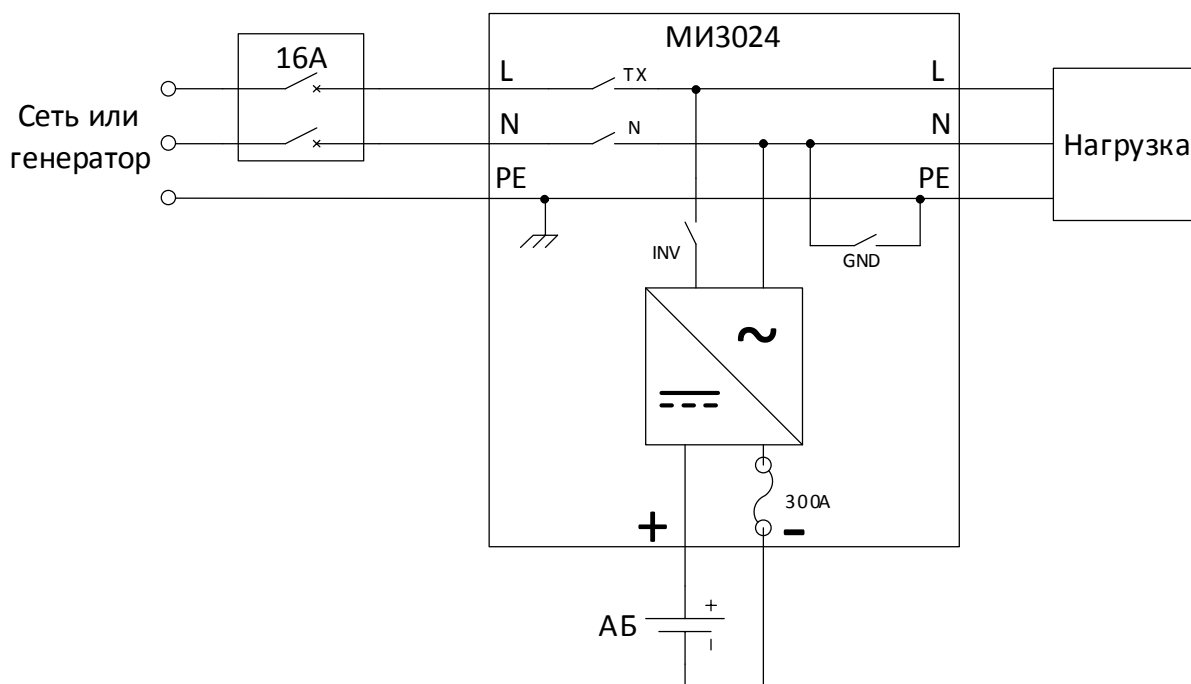

Рис.1. Схема соединений СБП.
- 3.4.1. На рисунке Рис.1 представлена схема подключения с внутренней структурой МИ3024.